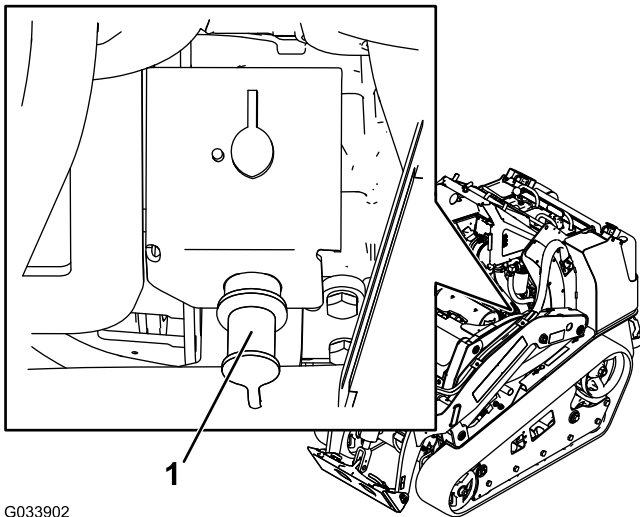

Bild 54
2. Nehmen Sie die Abdeckung vom Starthilfepol ab (Bild 54).
3. Schließen Sie ein Ende des positiven Starthilfekabels (+) am Starthilfepol an (Bild 54).